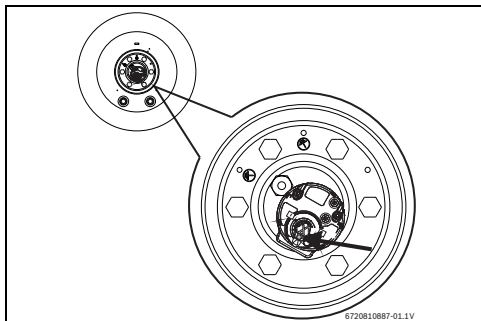

Fig. 17 Tastă de deparazitare
- ▶ Apăsați complet tasta de deparazitare (Fig. 17).